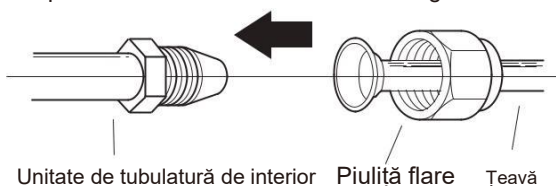

Fig. 6.7
1. Se aliniaza centrul celor două conducte pe care le va conecta. A se vedea fig. 6.7.